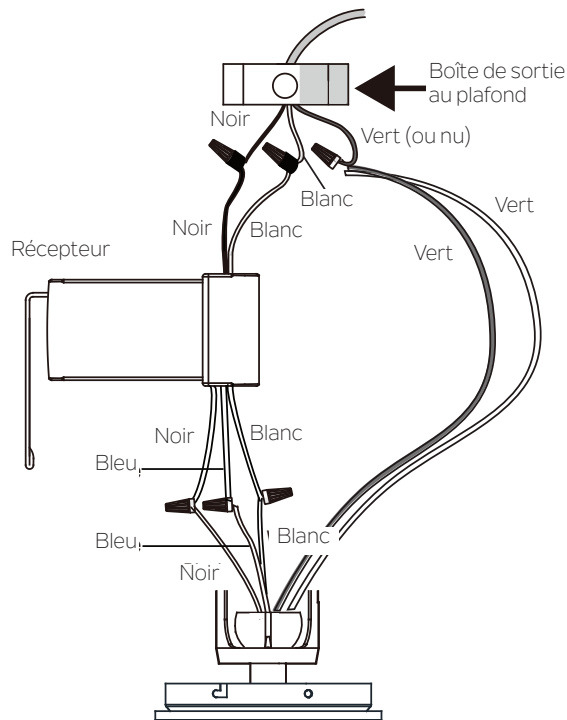

Fig. 12
## Étape 2. Connexions électriques du moteur au récepteur : (Fig. 12)
## Étape 3. (Fig. 12) Connexions électriques du récepteur aux fils
**Étape 4. (Fig. 12)** Connectez les fils de terre verts du moteur du ventilateur au fil de terre de votre boîte de sortie (cuivre vert ou nu). . Fixez la connexion du fil avec un écrou en plastique (fourni). Après avoir connecté les fils, séparez-les de façon à ce que les fils verts et blancs soient d'un côté de la boîte de sortie de courant et les fils bleus de l'autre côté. Rentrez soigneusement les connexions des fils dans la boîte de sortie.